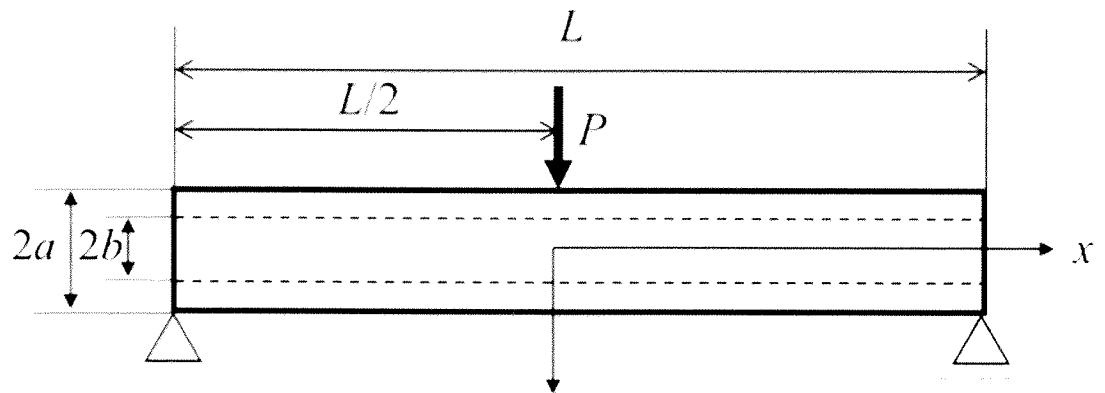

図 2
2. 図2に示すように, この円筒の長手方向の中心に集中荷重 P を加える。支点でのたわみはゼロとする。ただし, ヤング率を E とし, ベルヌーイ・オイラの仮定を用いるものとする。